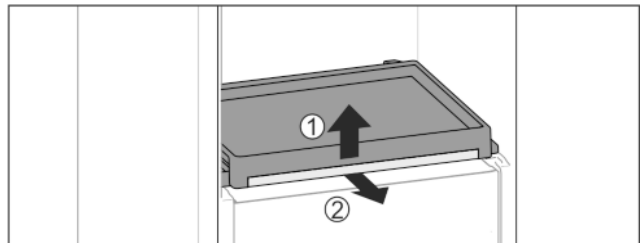

Fig. 36
- ▶ Võtke väljatõmbetahvel koos klaasplaadiga välja: Tõstke klaasplaati eest veidi üles Fig. 36 (1) ja tõmmake ettepoole välja Fig. 36 (2).